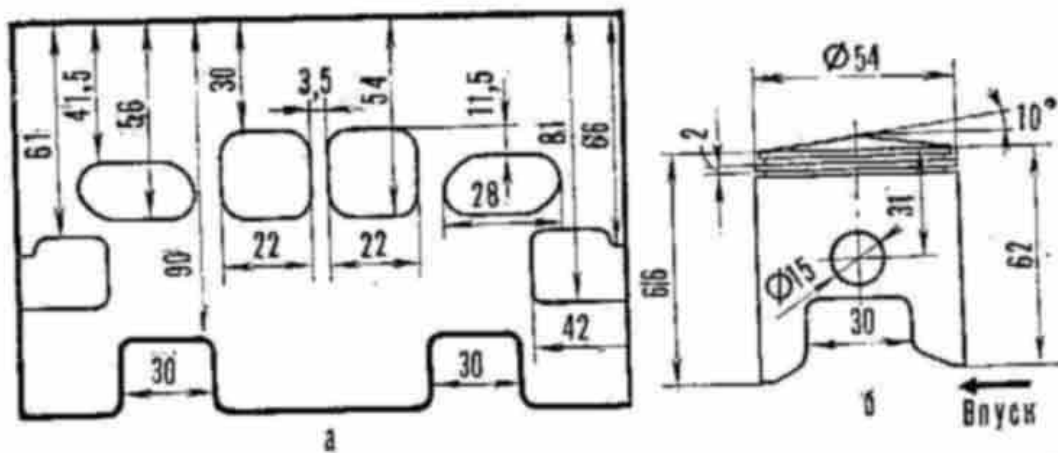

Рис. 70. Развертка цилиндра (а) и поршень (б) двигателя А. Савельева
**Двигатель МС А. Савельева.** Увеличенное оребрение цилиндра и головки цилиндра, легкий жесткий картер, 4-скоростная КП, магнето с приводом 1:2, речный выжим сцепления. Цилиндр с большими чисто обработанными окнами (рис. 70,а). Материал поршня АК-4, термообработанный, два поршневых кольца: 1-е кольцо L-образное (3 мм), 2-е—узкое нормальное (1,2 мм). Кольца стальные, хромированные (рис 70,б.)